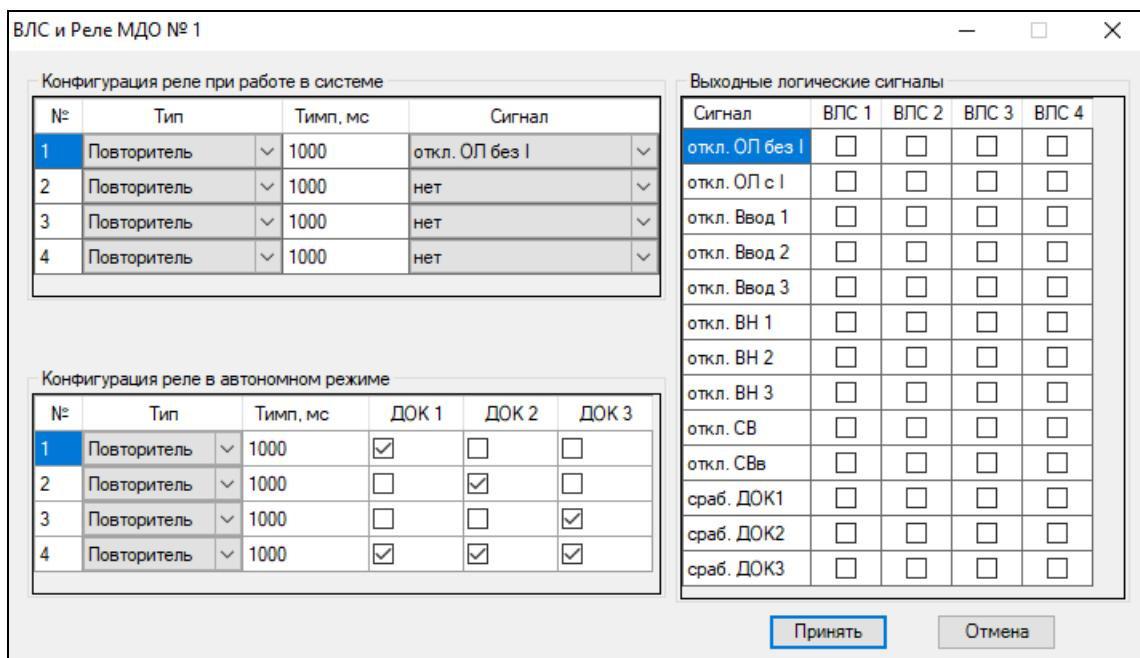

Рисунок 6.5 – Окно конфигурации выходных логических сигналов и реле МДО-1
- перейти в окно конфигурации «ВЛС и реле МДО № ...» для соответствующего МДО-1 (рисунок 6.5);
Окно «ВЛС и Реле МДО № ...» (рисунок 6.5) предназначено для конфигурирования сигналов ВЛС и выходных реле для автономного режима и при работе МДО-1 в системе с ТЭЗ-24.